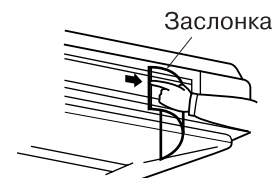

Рис. 14
- Скорость потока воздуха может быть изменена путем перемещения заслонки. (См. Рис. 14)